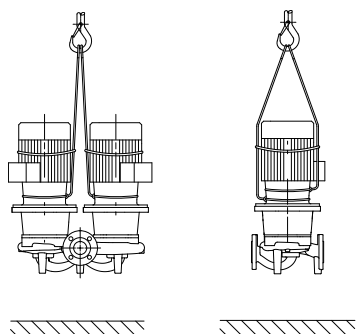

Fig. 6: transporte de la bomba
- En este caso, las argollas de transporte del motor sólo sirven como guía durante la suspensión de la carga (Fig. 6).